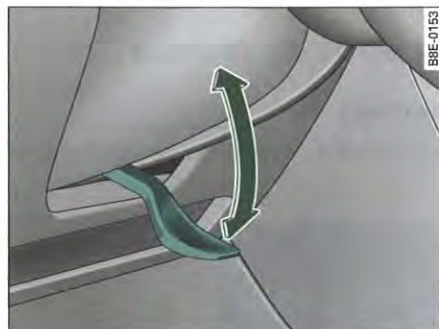

Fig. 143 Levier sous la colonne de direction
- Basculez le levier ⇒ fig. 143 vers le bas ⇒ ⚠.